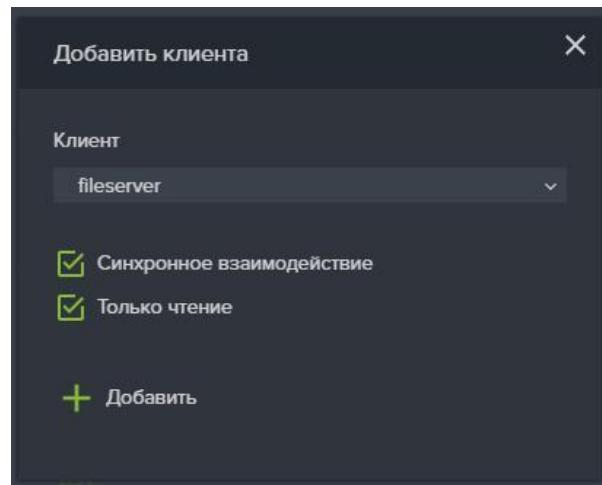

Рисунок 57 – Добавить клиента к NFS папке
4. Нажмите на кнопку «Добавить» клиента или «Добавить» группу (см. Рисунок 57).